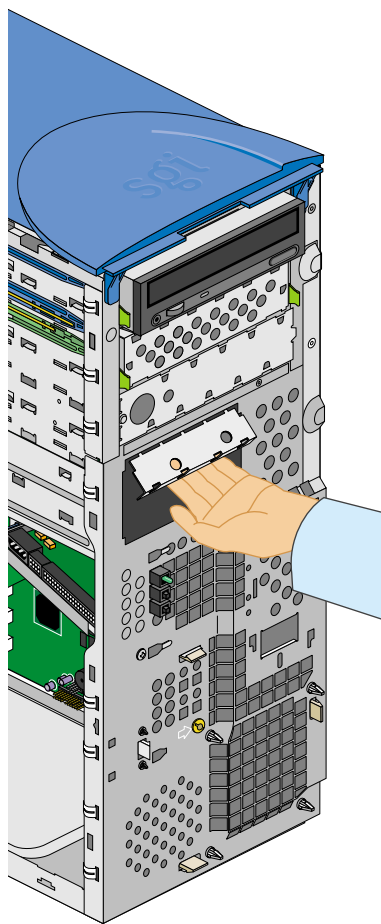

Figura 2-12 Extracción de la cubierta de unidades de 3,5 pulgadas
- Sujete la cubierta por la parte inferior y tire de ella. Esto permite romper las conexiones de la cubierta con el chasis. En la Figura 2-12 se muestra este procedimiento.